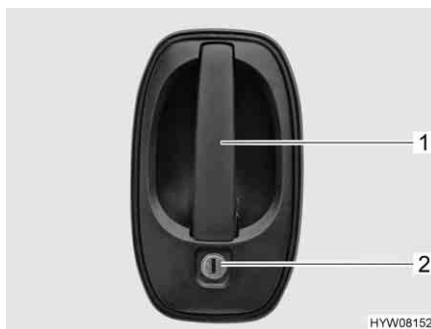

Fig. 42 Serratura della porta (porta conducente/porta di ingresso, lato esterno)
- Inserire la chiave nel cilindro della serratura (Fig. 42,2) e ruotare fino a quando la serratura della porta si sblocca.
- Tirare la maniglia della porta (Fig. 42,1). La porta è aperta.
- Inserire la chiave nel cilindro della serratura (Fig. 42,2) e ruotare fino a quando la serratura della porta si blocca.